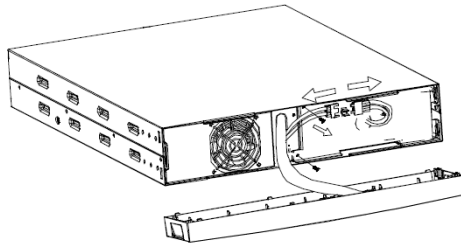

Abbildung 12: Trennen der Batterie-Steckverbindung
2. Trennen Sie die Batterie-Steckverbindung (siehe Abbildung 12).